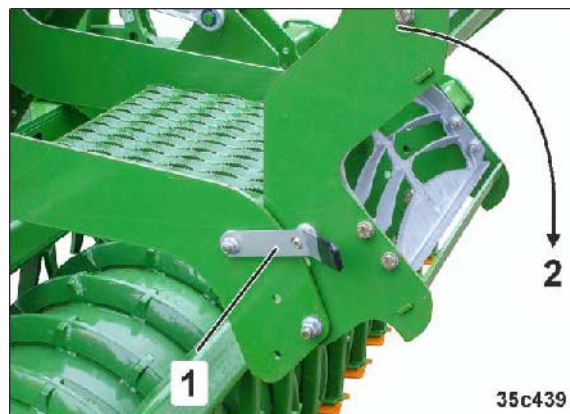

Fig. 139
2. Lås opp stigen (Fig. 139/1) og fold den ned (Fig. 139/2). Bruk trappetrinnet som gripedel.